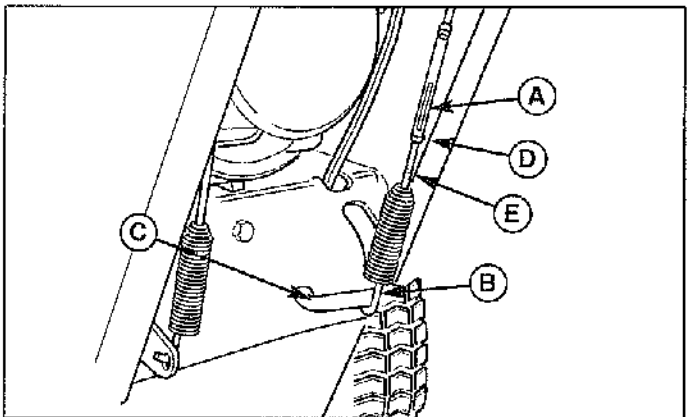

Figure 15a. Tension de la commande de fraise ((modèles à guidon tubulaire))
1. Lorsque le levier de commande est relâché, le crochet (B, Figure 15a) doit à peine toucher le levier (C) sans le soulever. Il peut y avoir un jeu de 0,8 mm maximum.
2. Pour régler, desserrer l'écrou (D, Figure 15a) en tenant les méplats de réglage (A) et en tournant l'écrou (D). Tourner les méplats et tenir la vis. La vis de réglage est une vis Phillips dont la tête peut être immobilisée ou tournée en introduisant un tournevis à travers le ressort.
3. Tenir les méplats de réglage (A) et serrer l'écrou (D).